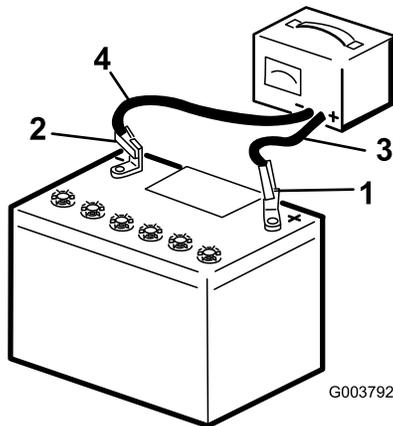

Figura 64
2. Cargue la batería durante 4 a 8 horas a un ritmo de 3 a 4 A (Figura 64). No sobrecargue la batería.
3. Cuando la batería esté completamente cargada, desconecte el cargador de la toma de electricidad, luego desconecte los cables del cargador de los bornes de la batería (Figura 64).